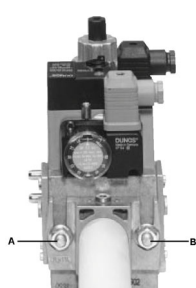
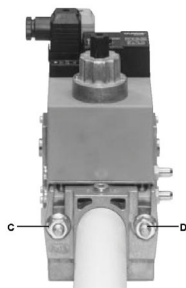
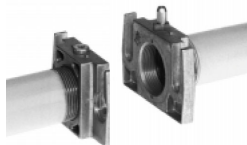

Рис. 8
Рис. 9
Рис. 10
3. Затянуть винты А, В, С и D (Рис. 8 - Рис. 9), соблюдая дистанции монтажа (Рис. 10);